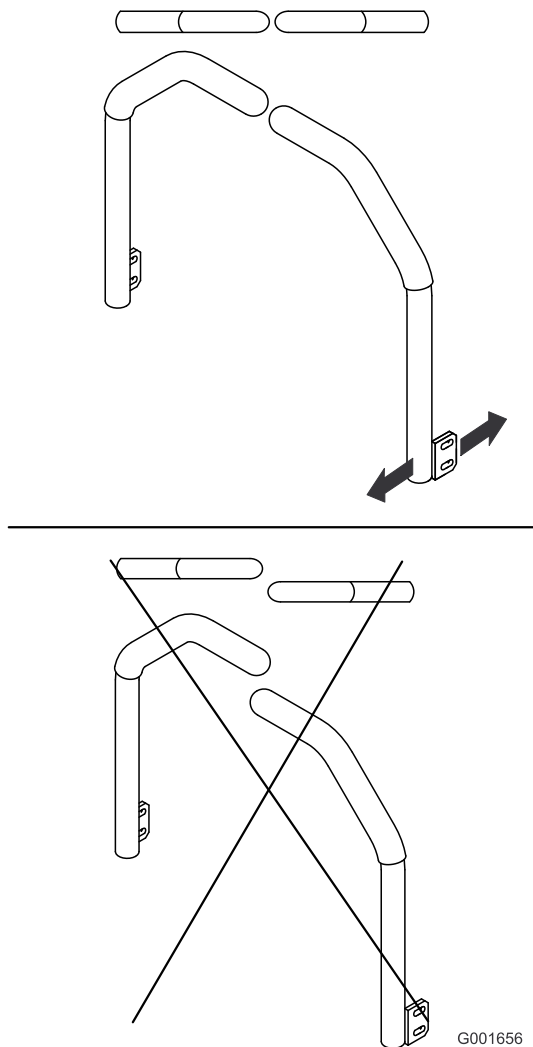

Figura 90
5. Ajuste las palancas de control de forma que queden alineadas entre sí y apriete los pernos para fijar las palancas a los soportes (Figura 90).